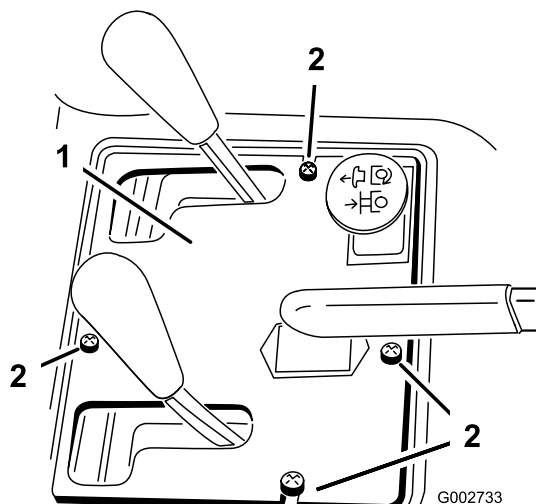

Bild 35
2. Nehmen Sie die vier (4) Schrauben ab, mit denen das Armaturenbrett am Rahmen befestigt ist (Bild 35).